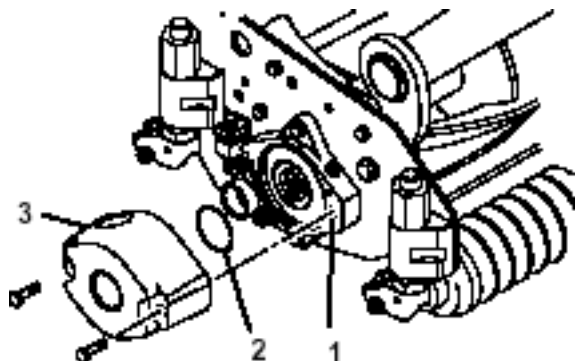

図 3
3. 大きなOリングにグリスを塗り、カuttingユニット両側のベアリングハウジングの溝にそれぞれ取り付ける(図3 & 6)
4. 各カuttingユニットにカウンタウェイトを取り付ける(図3：付属のキャップスクリュを使用する)。